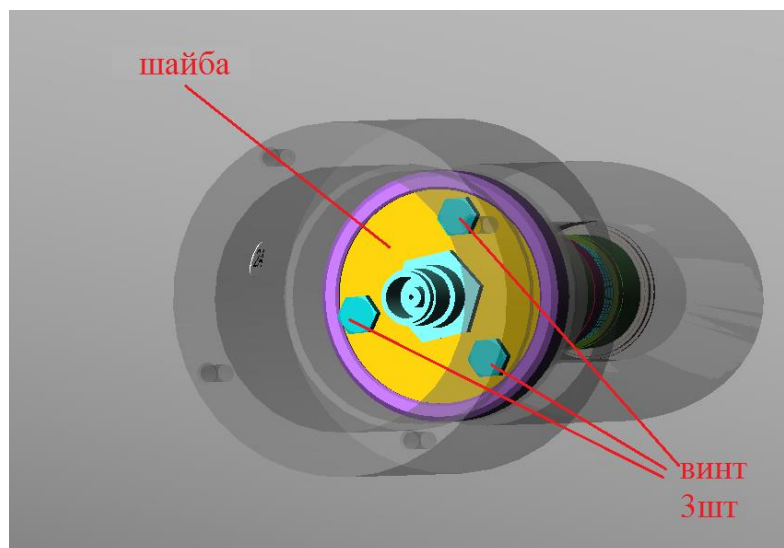

Рисунок 54 – монтаж шайбы с разъемом
4.2.2.24 Подключить пин провода к разъёму и закрепить шайбу на 3 винта (см. рисунок Рисунок 54).